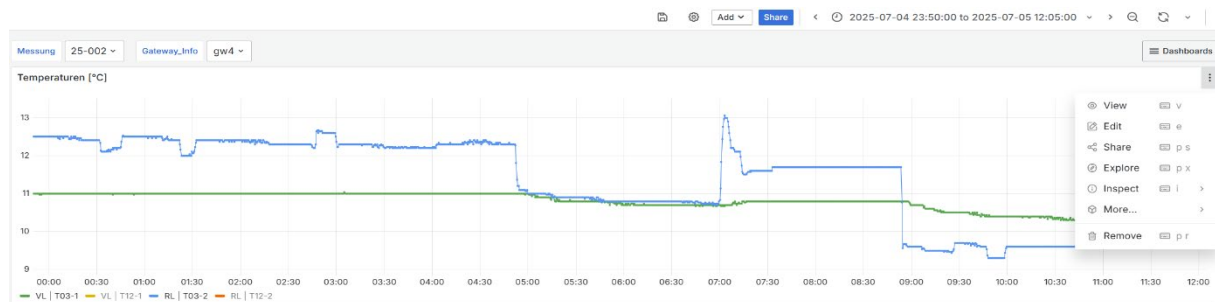

Abbildung 18: Panel-Optionen der Grafana-Visualisierung
- 7) Die Daten können für jedes Panel (Bsp. Temperatur, Volumenstrom) einzeln heruntergeladen werden. Defaultmässig werden für alle Sensordaten die Messpunkte jede 10 Sekunden und bei den MeteoDaten die Messpunkte alle 10 Minuten zur Verfügung gestellt. In Abbildung 18 sind die Panel-Optionen dargestellt. Durch Drücken auf die drei Punkte oben rechts am Panel öffnen sich die Optionen.